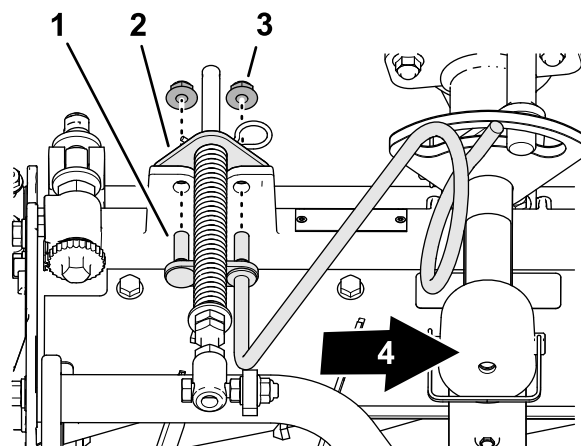

図 15
3. 右側ホースガイドのスタッドを、カッティングユニットのフレームの穴とターフ補正器の穴に合わせて取り付ける 図 15。